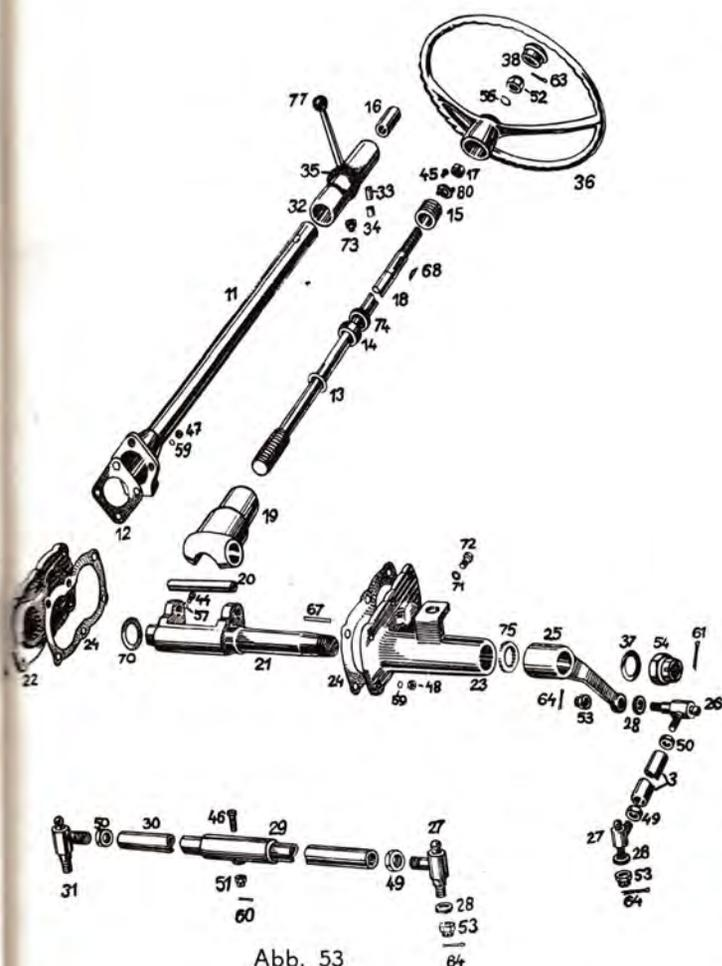

Abb. 53
Die Lenkung ist im oberen Teil des Getriebegehäuses angeordnet. An der Lenkradwelle (Abb. 53/18) ist auf einem Keil das Lenkrad gelagert, das mit einer Unterlagscheibe, einer Kronenmutter und einem Splint gesichert ist.
Das Lenkrad ist mit einer Abdeckung verschlossen (Abb. 53/38). Die Lenkwelle ist in der Lenksäule (Abb. 53/11) auf einem Lager gelagert. An der Lenksäule ist der Hebel der Kraftstoffregelung (Abb. 53/32) drehbar befestigt.
Die Lenksäule ist mit vier Muttern M 10 zum Lenkgehäuse angeflanscht. Auf die Schraube der Lenkradwelle ist die Lenkmutter (Abb. 53/19) angeschraubt, die auf den Bolzen (Abb. 53/20) der Lenkwelle (Abb. 53/21) aufgeschoben ist.
Die Welle ist in der Lenkwellenbuchse gelagert, mit Schrauben zum Lenkgehäuse befestigt. Der Hauptlenkhebel (Abb. 53/23) ist aufgekeilt und mit einer Unterlagscheibe mit Mutter und Splint gesichert.
3. Vier Muttern M 10 des Lenksäulenflansches (Abb. 53/47) sind zu lösen, das Lenkrad ist aufzusetzen und durch Drehen des Lenkrades ist die Lenkwelle samt Lenksäule herauszudrehen.
4. Sechs Muttern M 10 sind aus der linken und rechten Lenkwellenbuchse (Abb. 53/48) auszuschauben und die Buchse ist abzuziehen.
5. Die Sicherungsschraube M 5 (Abb. 53/44) auf der rechten Seite der Lenkwelle ist auszuschauben und der Bolzen (Abb. 53/20) ist aus der Lenkmutter nach rechts (in Richtung zu den Bremsfusshebeln) herauszudrücken.
7. Die Lenkmutter (Abb. 53/19) ist aus dem Lenkgehäuse des Schleppers herauszunehmen.
3. Die Schraube M 6 (Abb. 53/45), welche die Stellmutter (Abb. 53/15) sichert, ist auszuschauben